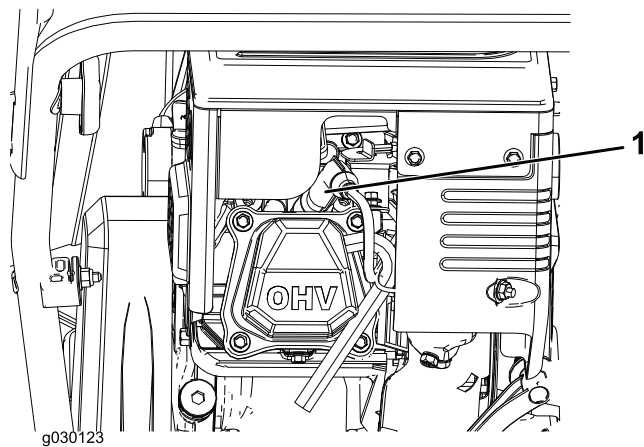

Figura 24
1. Retire el protector de goma (Figura 24).